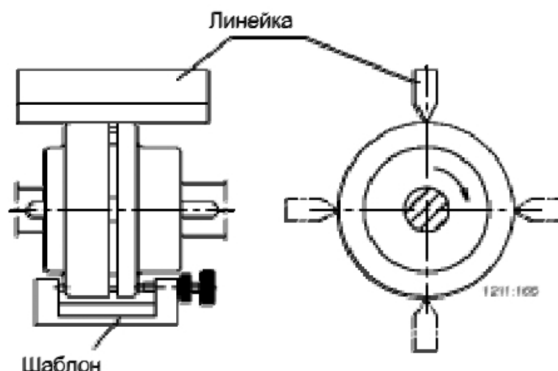

Рисунок 2
- в) ширина зазора между обоими полумуфтами должна быть одинаковой по всему периметру (контроль зазора проводить линейкой или шаблоном – см. рис. 2);